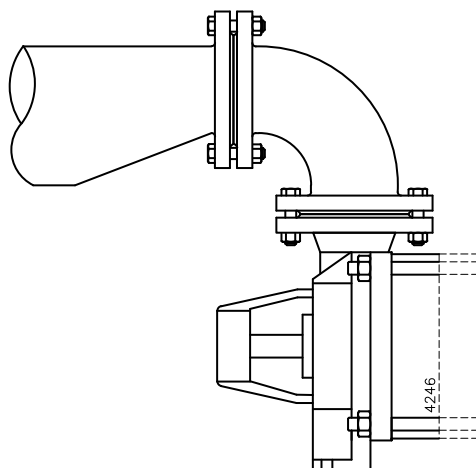

Bild 3: Excentrisk reduktion till inloppsfläns.
- Sugledningens tvärsnitt måste vara väl tilltaget. Denna ledning måste vara så kort som möjligt och dras till pumpen så att inga luftfickor kan bildas. Om detta inte är möjligt, måste en avluftningsmöjlighet anordnas på den högsta punkten. Om sugledningen har ett större tvärsnitt än pumpens suganslutning, måste en excentrisk reducering monteras, så att ingen virvelbildning kan uppstå. Se bild 3.